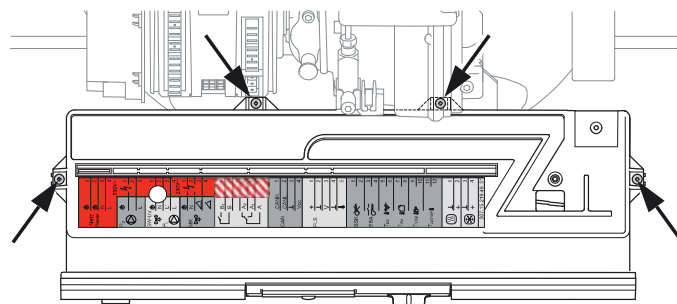

Fig. 6-14 Enlèvement des vis de fermeture de la boîte du panneau de commande
2. A l'aide d'un tournevis, retirer les 4 vis de fermeture du boîtier du panneau de commande (fig. 6-14).